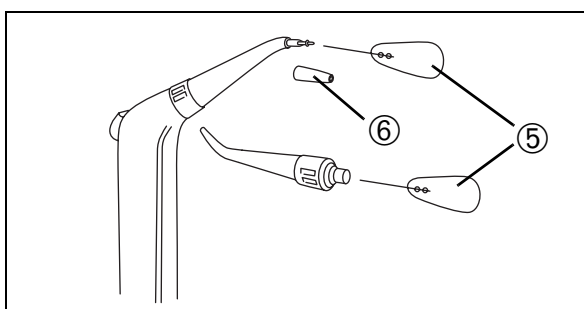

Abb. 21
Bei Bedarf kann der Wasserweg in der Düse mit dem mitgelieferten Reinigungsdraht ⑤ (Abb. 21) gesäubert werden. Die Spitze der Düse ⑥ ist dazu zweckmäßigerweise abzuschrauben.